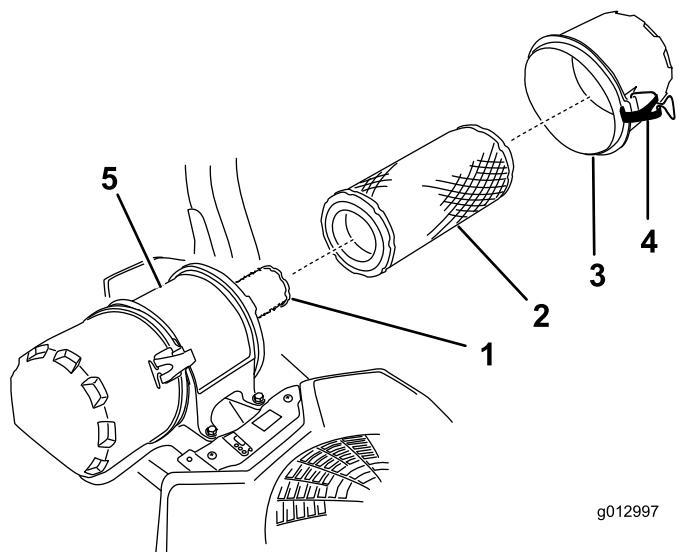

Figure 46
6. Ouvrez les dispositifs de verrouillage du filtre à air et détachez le couvercle du boîtier du filtre (**Figure 46**).
8. Sortez le préfiltre du boîtier du filtre avec précaution (**Figure 46**).
2. Si vous remplacez l'élément intérieur, insérez-le avec précaution dans le boîtier du filtre (Figure 46).
3. Placez ensuite le préfiltre sur l'élément intérieur avec le même soin (Figure 46).
4. Remettez en place et verrouillez le couvercle du filtre à air (Figure 46).